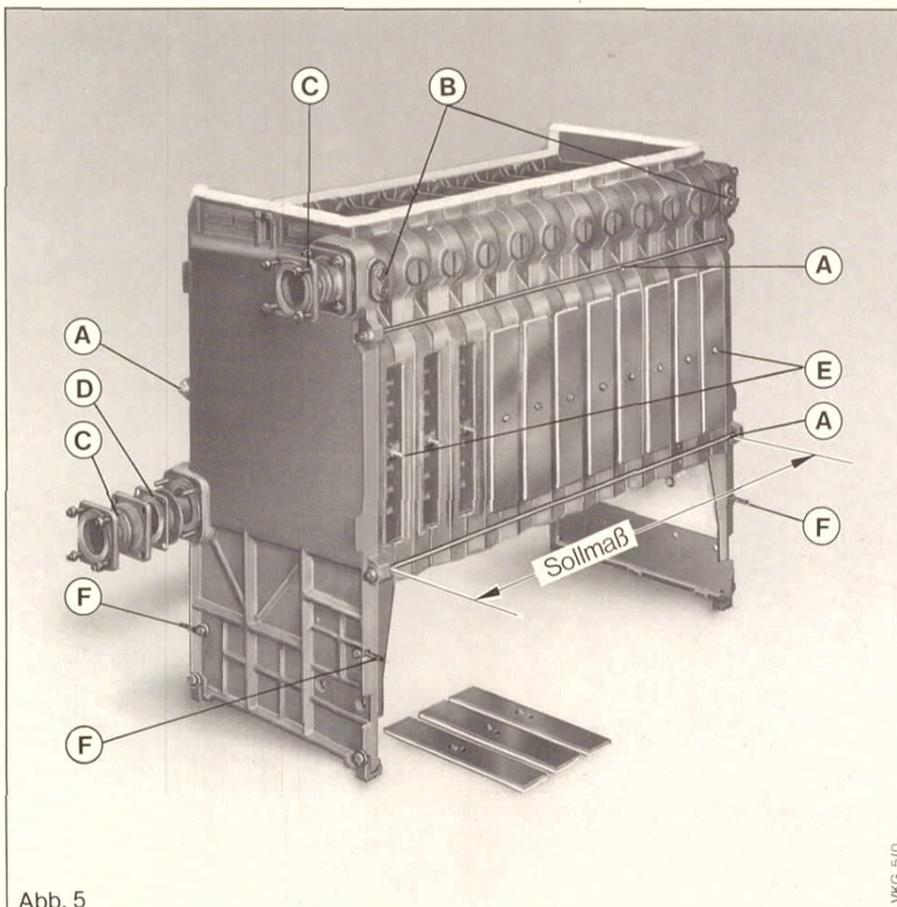
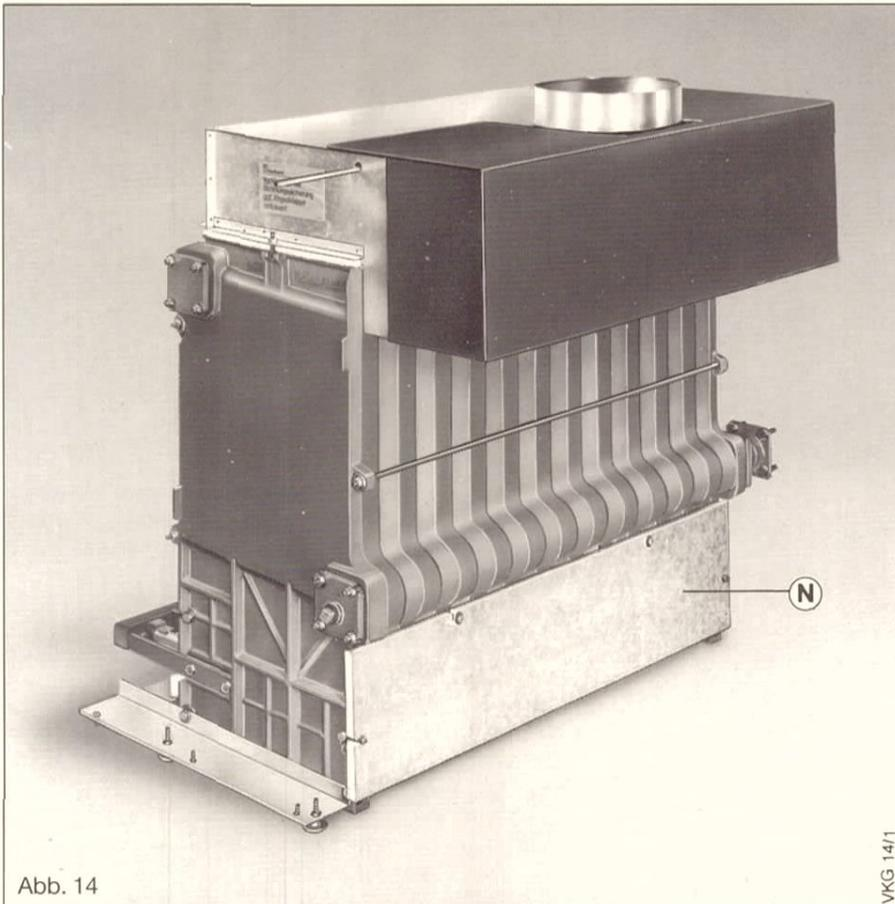

Abb. 5
Abb. 14
Der VKG erhält **grundsätzlich** ein Wasserverteilerrohr (D) Abb. 5, Seite 7, an der Seite, an der der Heizungsrücklauf angeschlossen wird.
Doppelflansch (C), Abb. 5, Seite 7, anschrauben.
Doppelflansch (C), Abb. 5, Seite 7, an der für den Heizungsanlauf gewünschten Kessel­seite anschrauben.
**Achtung:** Dichtungen nicht vergessen. Schutzrohre (B), Abb. 5, Seite 7, in die Bohrungen R 1/2" der Endglieder einschrauben.
Hammerkopfschraube in die Aussparung innerhalb der Reinigungsöffnung einsetzen und mit Mutter kontern. Reinigungsdeckel (E) ansetzen, senkrecht ausrichten, mit den Messingmuttern fest anschrauben. Abb. 5, Seite 7.
Verteilerrohr mit Ovalflansch (J) Abb. 9, Seite 8, zur Gasstraßenseite anschrauben und mit Hilfe von zwei oder mehreren hineingelegten Brennerstäben ausrichten (Wasserwaage) und fixieren. Darauf achten, daß die Brennerstäbe in den Schlitzen (G) der Aufлагewinkel hinten, Abb. 5, Seite 8, einrasten, (Mindestauflage 5 mm) und die Vorderseiten der Brennerstäbe **auf den Düsen** im Gasverteilerrohr aufliegen.
An der Rückseite der Mittelglieder, siehe Abb. 10, befinden sich unten runde Aussparungen. Durch diese Aussparungen werden von der Innenseite Schrauben (M) Abb. 10 durchgesteckt, die von außen mit Muttern gekontert werden. Die Lage der Schrauben wird durch die Bohrungen in der Brennerraumplatte (N) Abb. 14, bestimmt.
Augenschrauben (F) Abb. 5 und 10, mit Sechskantschrauben in den Aussparungen der Endglieder befestigen. Brennerraumplatte (N) anbringen und mit großen Unterlegscheiben und Muttern verschrauben, Abb. 14, Seite 11.
Augenschrauben (F) für Brennerplatte, vorn, Abb. 5, Seite 7, mit Sechskantschrauben in den Aussparungen der Endglieder (Frontseite) befestigen. Brennerplatte und große Unterlegscheiben über die Augenschrauben stecken und mit Sechskantmuttern fest verschrauben.
Strömungssicherung auf den Kesselblock aufsetzen und mit Hammerschrauben fest anziehen. Siehe Abb. 14.